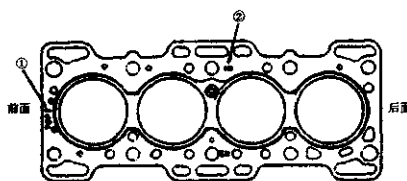

图 2-3 气缸垫安装标记
长安牌微型汽车的气缸垫上有标记。要正确把气缸垫安装在气缸体上。气缸垫上的“TOP”(顶部)标记①，“IN”(进气)标记，朝进气管一侧。标记②，“EX”(排气)标记，朝向排气管一侧，如图 2-3 所示。